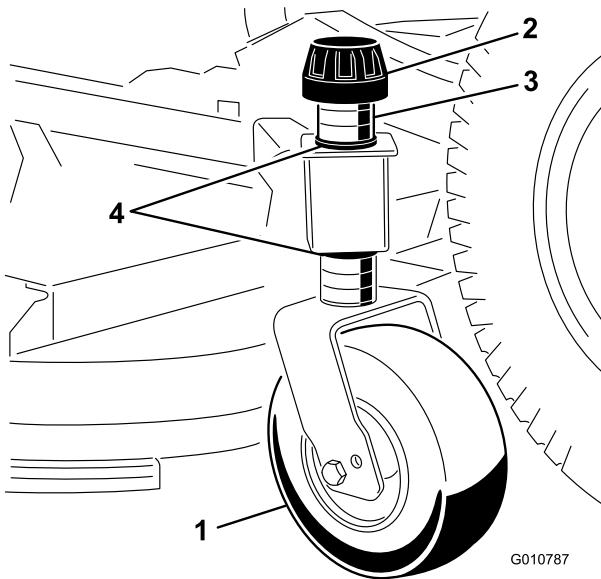

図 9
- ゲージホイールをカッティングデッキのブラケットに固定しているテンショニングキャップを外す（図 9）。